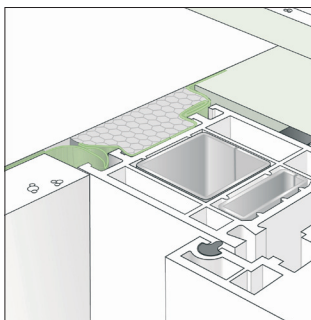

Bild 6: Befestigung der Folie innen wie Außenseite
- ME500 TwinAktiv kann sowohl Innen als auch Außen verwendet werden (Bild 6).